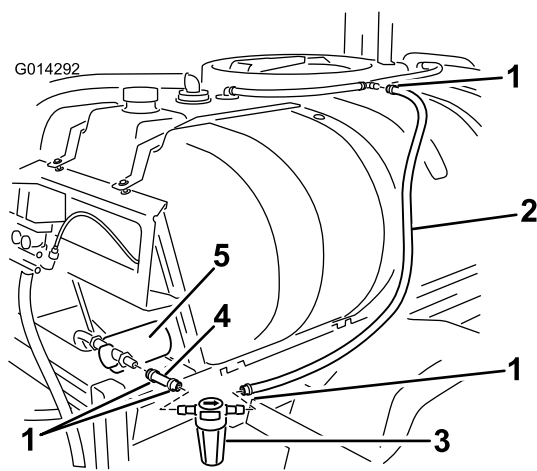

Figure 22
- Raccordez le flexible à l'extrémité ouverte du raccord en T monté précédemment (Figure 22).